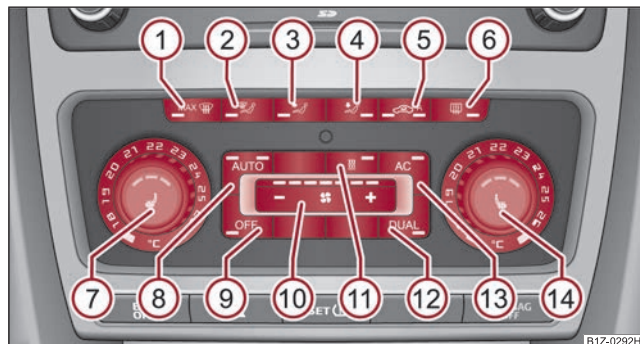

Fig. 140 Climatronic: Elementos de mando
- Pulse la tecla **AUTO** ⇒ página 119, fig. 140.
- Pulsar la tecla **(AC)** ⇒ página 119, fig. 140. En la tecla se encenderá el testigo.
Si se empaña el parabrisas, pulse la tecla   ⇒ **página 119, fig. 140**. Cuando el parabrisas se haya desempañado, pulse la tecla  ■
- Si se empaña el parabrisas, pulse la tecla   ⇒ **página 119, fig. 140**. Cuando el parabrisas se haya desempañado, pulse la tecla .
- Pulse la tecla  ⇒ página 119, fig. 140.